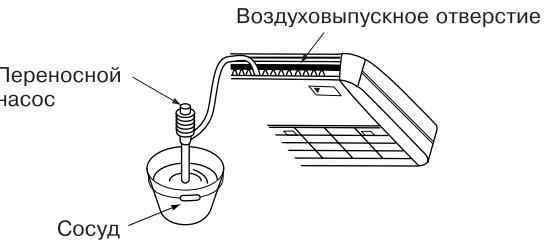

Рис. 25
- (2) По окончании сборки трубопровода проконтролируйте равномерность дренажного потока.**
- Для проверки дренажа влейте в дренажный поддон через воздуховыпускное отверстие примерно 0.6 литров воды. (См. рис. 25)